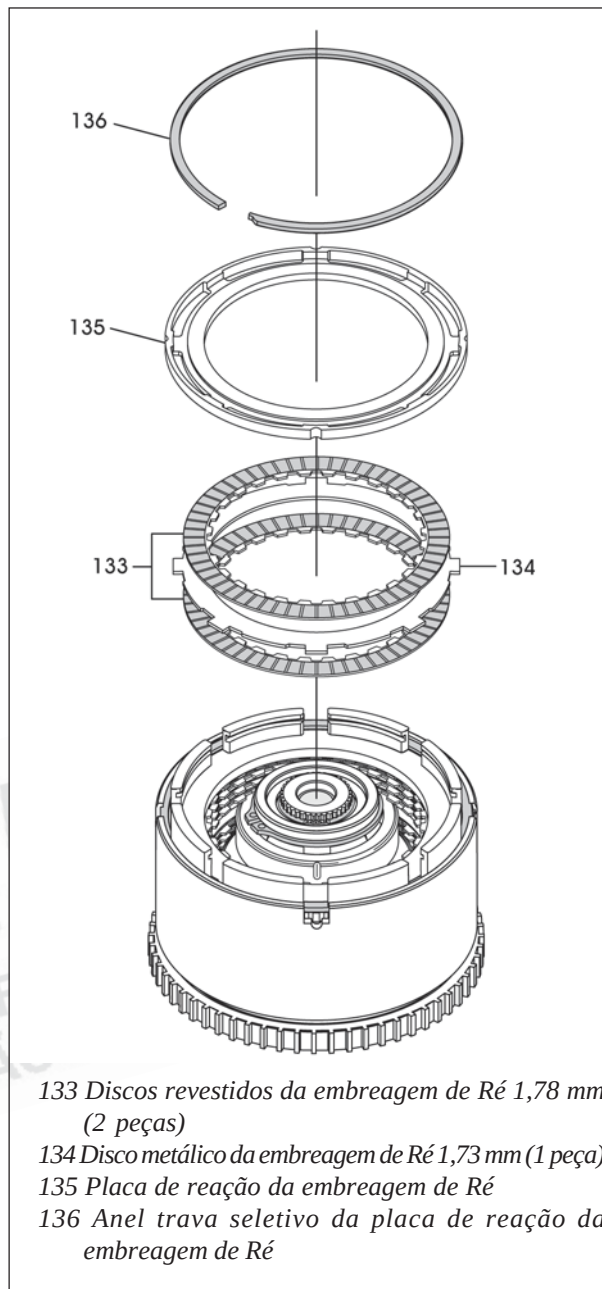

Figura 191
39. Instale o pacote da embreagem de Ré começando com um disco revestido e alternando com um disco metálico até ter instalado 2 discos revestidos e 1 disco metálico, conforme mostra a figura 191.
40. Instale a placa de reação da embreagem de Ré com seu lado plano voltado para baixo, conforme mostra a figura 191.
41. Instale o anel trava SELETIVO da placa de reação da embreagem de Ré, conforme mostra a figura 191.